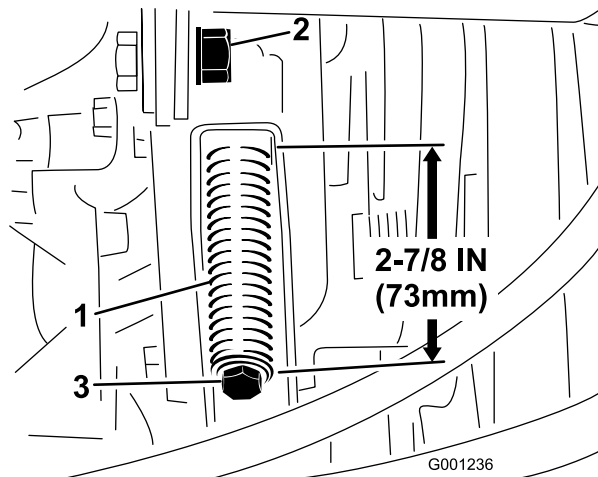

Figure 76
3. Desserrez l'écrou de blocage de la tige de tension (Figure 76).
4. À l'aide d'une clé de 1/2 pouce, serrez ou desserrez le ressort de tension de la courroie (Figure 76) pour obtenir une longueur de 273 mm.
4. À l'aide d'une clé de ½ pouce, desserrez complètement le ressort de tension de la courroie (Figure 76).
6. Montez la courroie de PDF neuve et tendez le ressort de poulie à une longueur de 73 mm (Figure 76).
7. Serrez l'écrou de blocage (Figure 76) et fermez le capot.